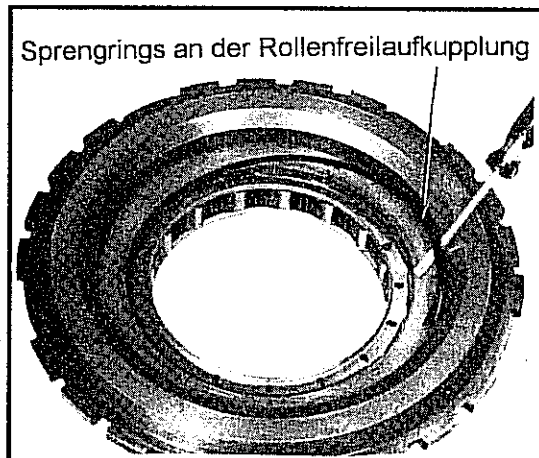

Abb. 10-109 Montage des Sprenglings an der Rollenfreilaufkupplung
- Wie in Abb. 10-109 gezeigt die Baugruppe der Kupplung 1. Gang und Rückwärtsgang am Haltering montieren.